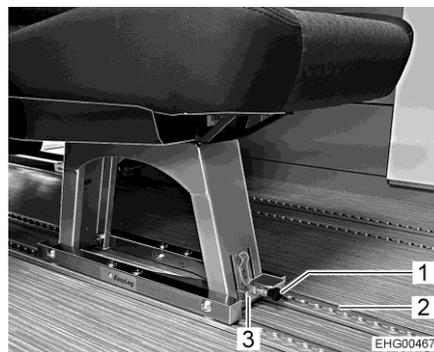

Fig. 3 Sedile singolo (bloccato)
- Tirare in avanti la maniglia nera (Fig. 3,1).
- Tirare verso l'alto la staffa di metallo (Fig. 3,3).
Il sedile singolo/doppio può essere spostato sulle rotaie (Fig. 3,2) o essere rimosso dalle stesse.